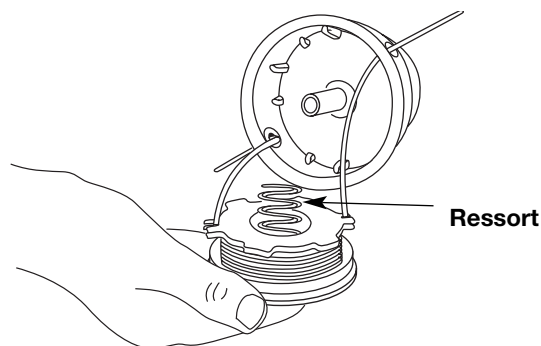

Fig. 20
- Insérez les extrémités du fil dans les œillets de la bobine extérieure et placez le moulinet et le ressort dans la bobine (Fig. 20). Enfoncez le moulinet et la bobine ensemble. Tout en tenant le moulinet et la bobine, saisissez les extrémités et tirez fermement pour dégager le fil des fentes de retenue de la bobine.
5. Insérez les extrémités du fil dans les œillets de la bobine extérieure (Fig. 20).